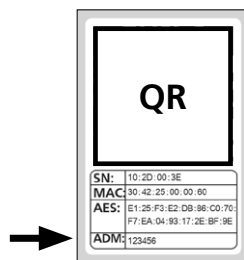

Abb. 3
- 3 Sie erhalten eine Aufforderung, den mitgelieferten QR-Code des Zylinders mit der Kamera des Smartphones einzuscannen. Der QR-Code befindet sich auf dem Aufkleber, welcher der Verpackung beiliegt (Abb. 3).
! Achtung: Dem Set liegen zwei Aufkleber mit QR-Codes bei, für Zylinder und Tastatur. Den hier benötigten QR-Code für den Zylinder erkennen Sie an dem Administratorcode unten auf dem Aufkleber, gekennzeichnet mit der Bezeichnung „ADM“ (Abb. 3).